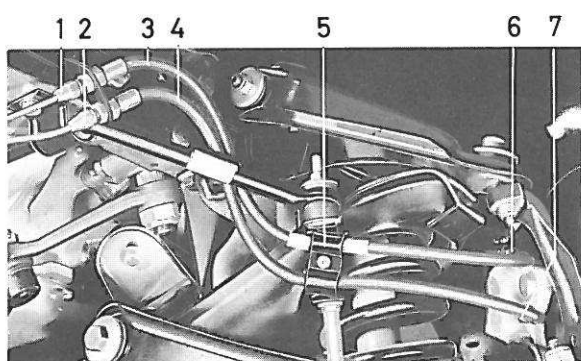

Figure 19. Flexibles de freins avant
4. Mettre les vis de fixation de la barre stabilisatrice. Reconnecter les flexibles de freins en se référant à la figure 19. Bien contrôler la position des flexibles de freins et régler en cas de nécessité.
3. Démontez l'attache (5, figure 19). Démontez le raccord (2) et le flexible inférieur (4) du support. Poser un capot de protection aux conduits de freins afin d'éviter des fuites inutiles. Démontez le raccord (6) du flexible supérieur du frein.
7. Remonter les flexibles de freins et leurs raccords. Remonter l'attache comme indiqué sur la figure 19. Il importe que les flexibles de freins soient correctement montés, sans tension et avec triangles de commande bien déchargés.